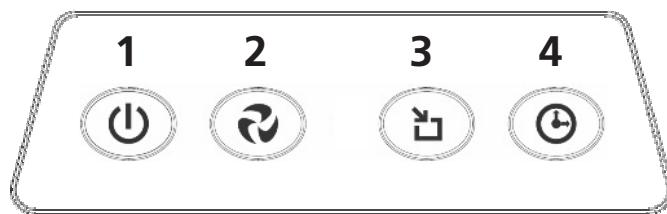
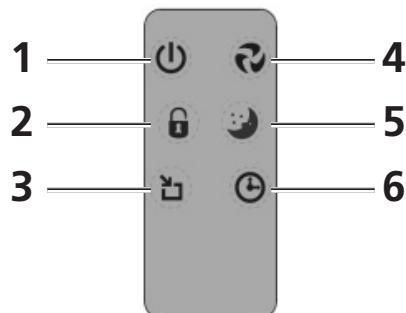

Bild 3
Bild 4
- Visar inställd flätkapacitet. Flätkapaciteten kan anges genom att trycka på Knapp 2 (Bild 3) eller Knapp 4 på fjärrkontrollen (Bild 4). Genom att trycka på knappen upp-repade gånger cyklas flätkapaciteten från LÅG (LOW) till MEDEL (MEDIUM) till HÖG (HIGH) och tillbaka till LÅG (LOW).